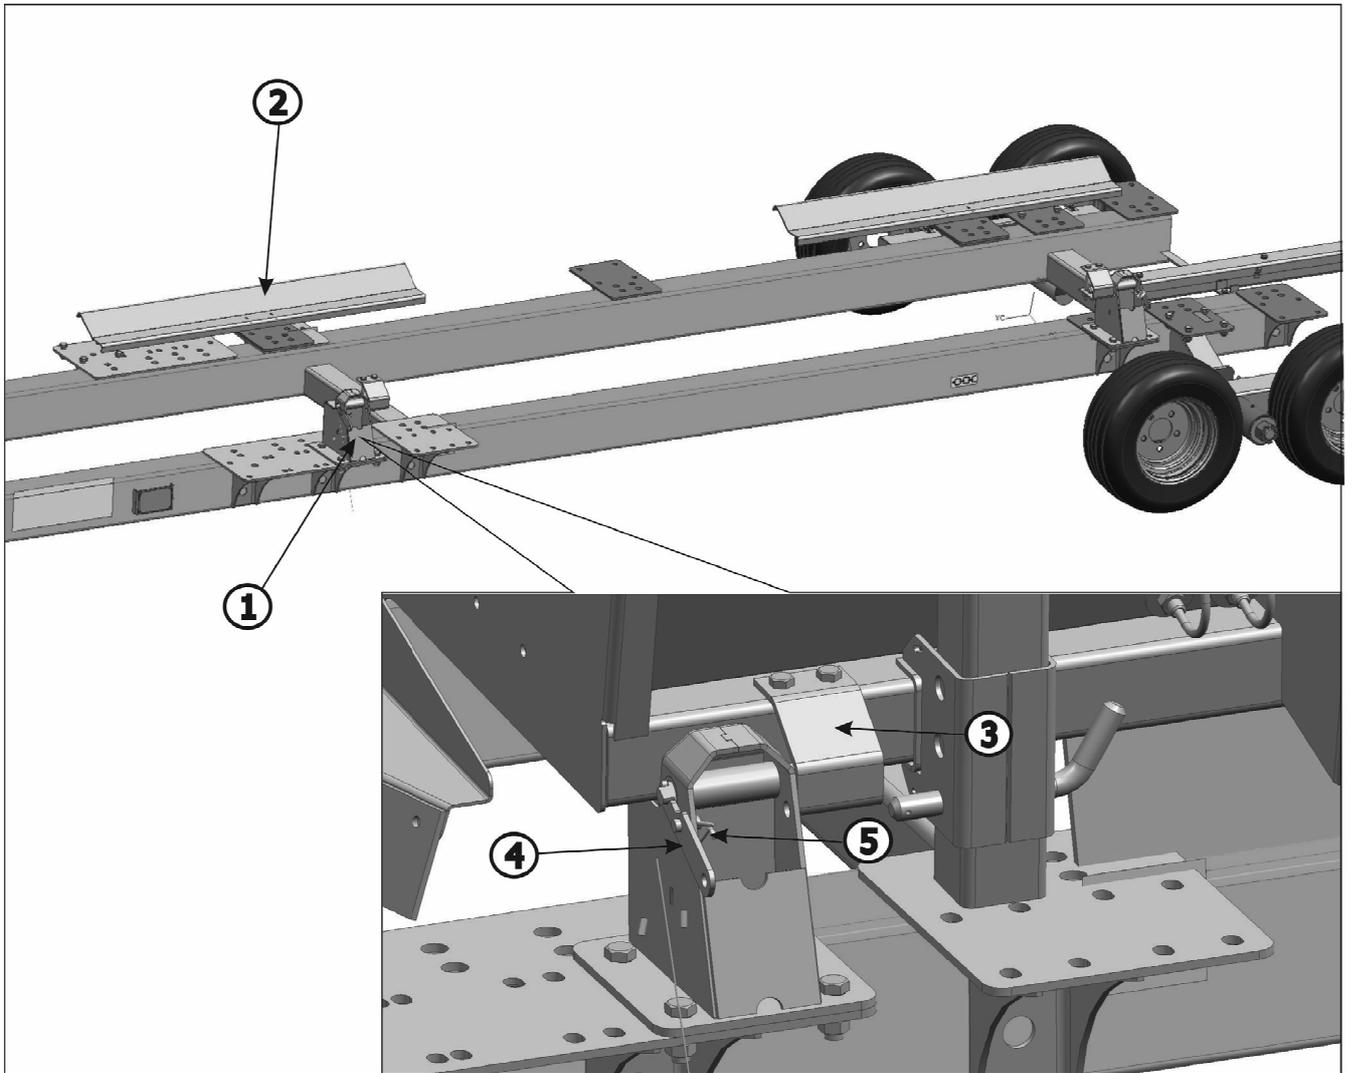

Рисунок 8.3
8.2.2 Перед установкой жатки на тележку необходимо установить опоры 1 и ложементы 2 и скобы 3 из комплекта - ППК-575.13.00.000. При установке опор 1, ложементов 2 - использовать крепеж тележки, а скобы 3 - использовать крепеж комплекта (см. рисунок 8.3).